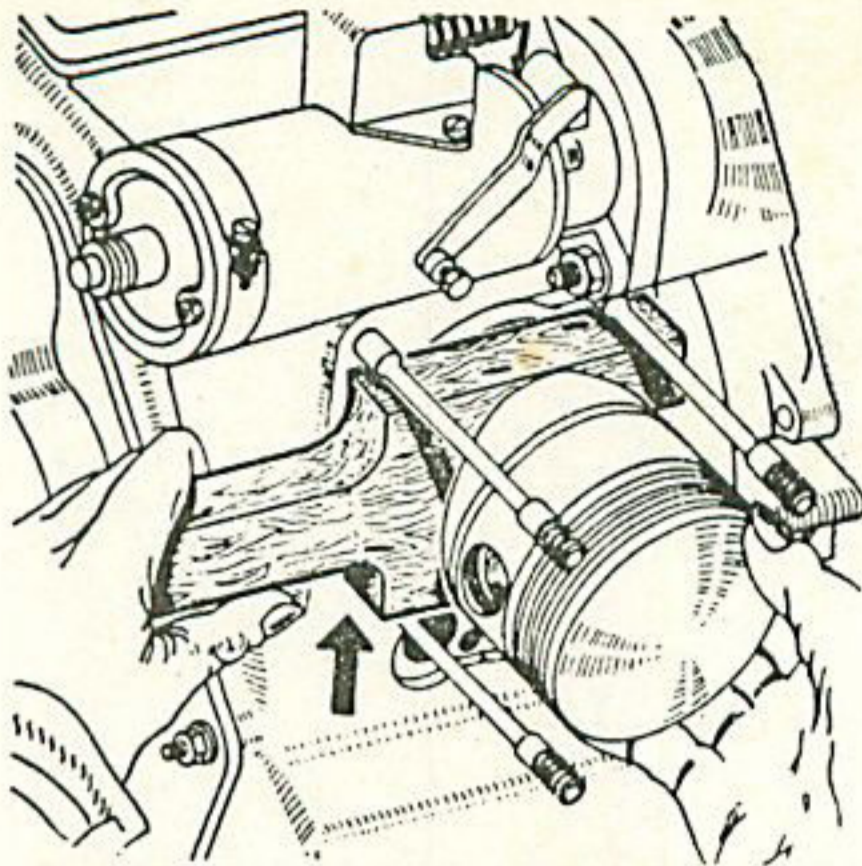

Fig. 20. - Montage du cylindre.
- Sangler les segments et mettre une fourche pour maintenir la bielle (fig. 20 et 21).